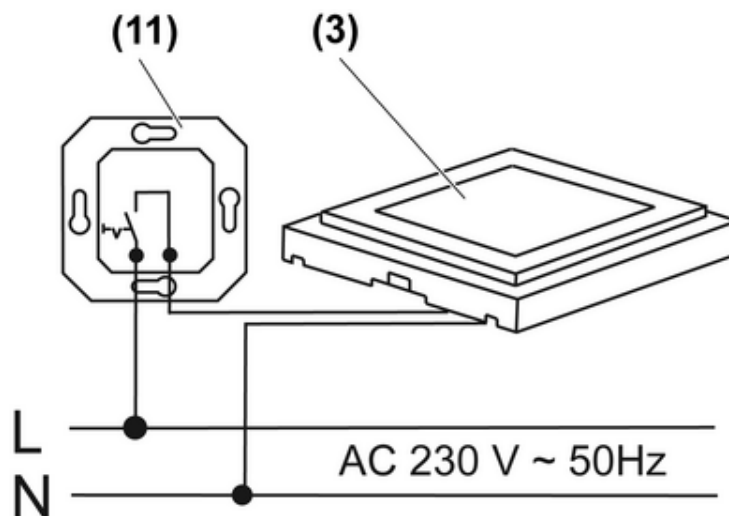

Bild 2
- Orientierungsleuchte (3) gemäß Anschlussbeispiel (Bild 2) mit den beiliegenden Klemmen an AC 230 V anschließen. Der Außenleiter wird an die braune Leitung und der Neutralleiter an die blaue Leitung angeschlossen. Falls gewünscht kann zum Ausschalten ein Installationsschalter (11) oder ein Relaischalter verwendet werden.